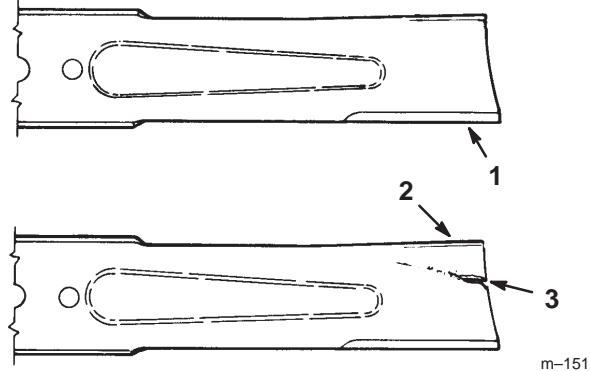

Figure 29
1. **Inspectez les tranchants des lames (Fig. 29).** Si les lames ne sont pas tranchantes ou si elles présentent des indentations, déposez-les et aiguisez-les (voir Aiguisage des lames, page 31).
2. **Inspectez les lames, surtout la partie incurvée (Fig. 29).** Remplacez immédiatement toute lame endommagée, usée ou qui présente une entaille (repère 3 de la Fig. 29).